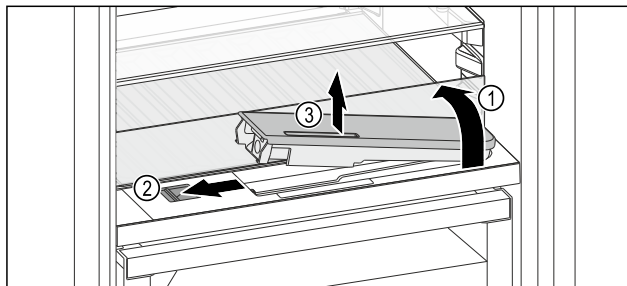

Fig. 124
- ▶ Emelje meg az üveglapot, és hajtsa hátra ütközésgig Fig. 124 (1).
- ▶ Tolja balra a tolokát Fig. 124 (2).
- ▶ Vegye ki a víztartályt Fig. 124 (3).